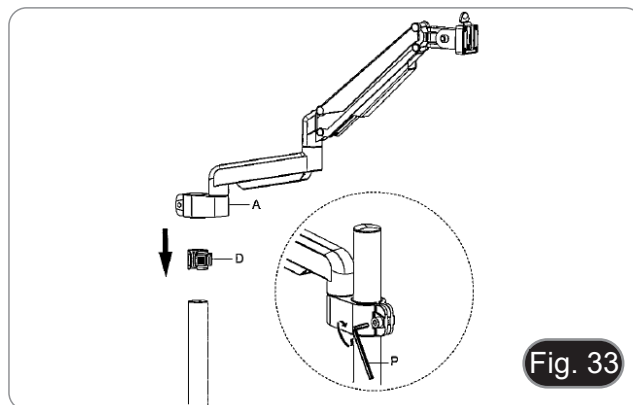

Fig. 33
- **NOTE :** Le couvercle en plastique (H) sert également à ranger les clés Allen utilisées pour l'assemblage et le réglage de la tension des différentes pièces.
6. Insérer l'anneau anti-chute (D) dans le pilier.
7. Insérer le bras flexible (A) et serrer la vis de fixation. (Fig. 33)